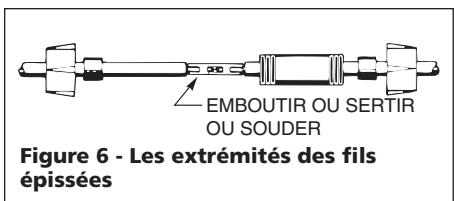

Figure 6 - Les extrémités des fils épissées
6. Insérer l'extrémité du fil dans le connecteur de bout, puis sertir. Assortir les couleurs des fils entre l'alimentation électrique et le moteur (voir Figure 6). Vérifier la connexion des fils en les tirant doucement.